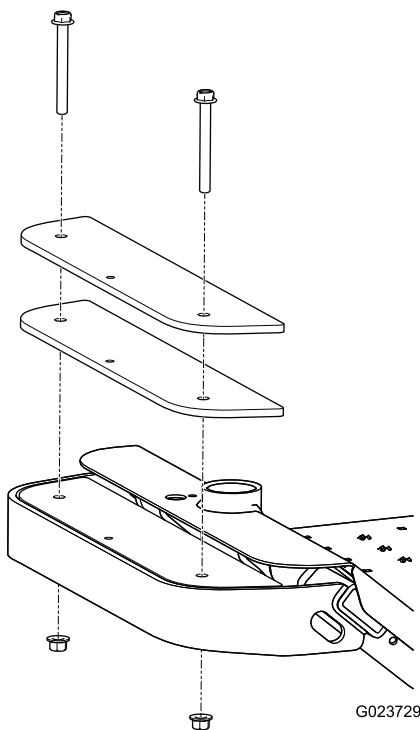

Figure 12
1. Retirez les 2 boulons et les 2 écrous qui fixent les masses existantes à l'avant de la machine (Figure 12).